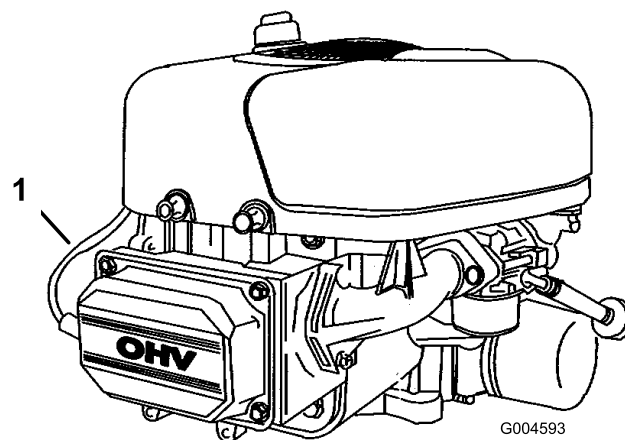

Figura 25
7. Scollegate il cappellotto dalla candela (Figura 25).
3. Collegate il cappellotto alla candela (Figura 25).